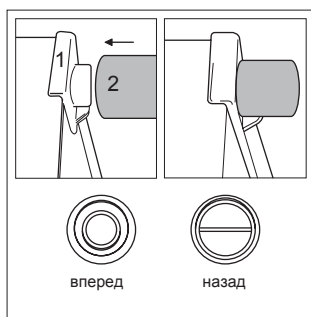

Рис. 2. Установка ограничительных упоров
4. Установите ограничительные упоры в верхние углы задней стенки устройства как показано на рис. 2. Упоры поставляются, в дверной корзине внутри холодильной камеры;